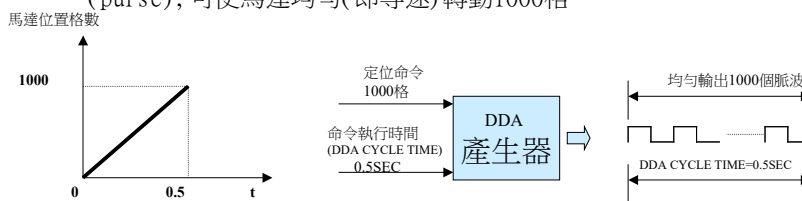
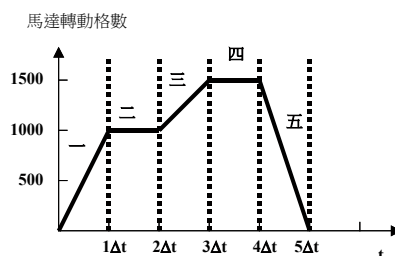

Fig.1-3
Fig.1-4
註 1：DDA 請參考 Fig.1-3、Fig.1-4。
註 2：DDA 產生器原理參考下圖 Fig.1-3 及 Fig.1-4
註：參考 Fig.1-3，Fig.1-4
- 或呼叫➔ EPCIO\_DDA\_SetTime()註：參考 Fig.1-3，Fig.1-4